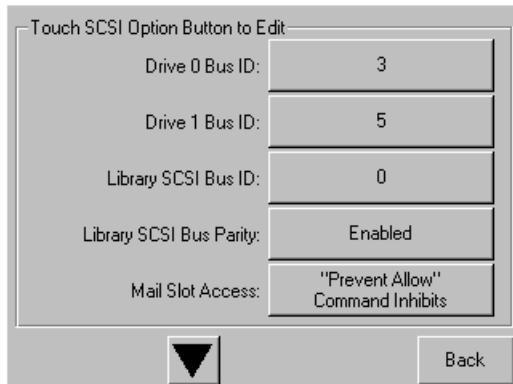

Abbildung 23 Bildschirm mit Datenfeld für Bus-ID von Laufwerk 0 (Abbildung zeigt Modell mit zwei Laufwerken)
- d. Berühren Sie zur Bestätigung die Schaltfläche **OK**. Im Datenfeld „Drive 0 Bus ID“ (Bus-ID Laufwerk 0) wird jetzt eine neue SCSI-ID angezeigt (siehe Abbildung 23).